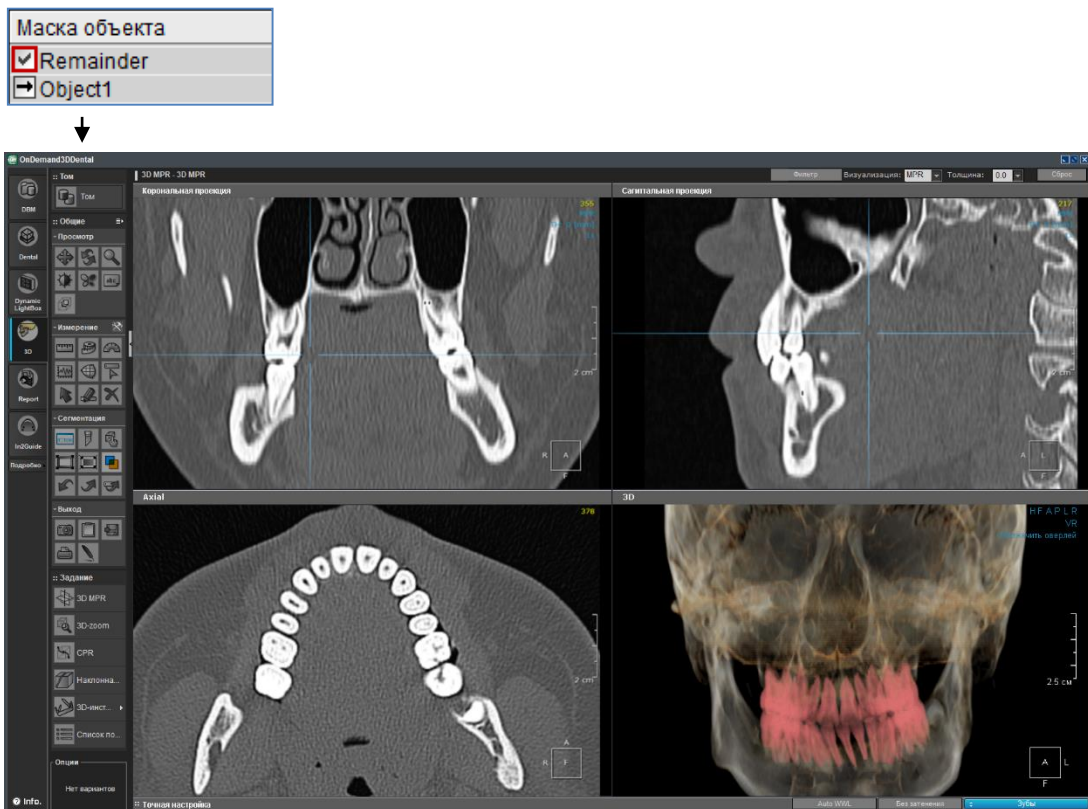

Рис. 157. Добавление цветового выделения к новому объекту для различия
**Конечный результат:** было выбрано действие New object (Новый объект), которое задает сегментированный объект как новый и отделяет шаблон выделения объекта. Чтобы увидеть остальное, просто установите флажок в поле Remainder (Остальное), как показано на рис. 157.